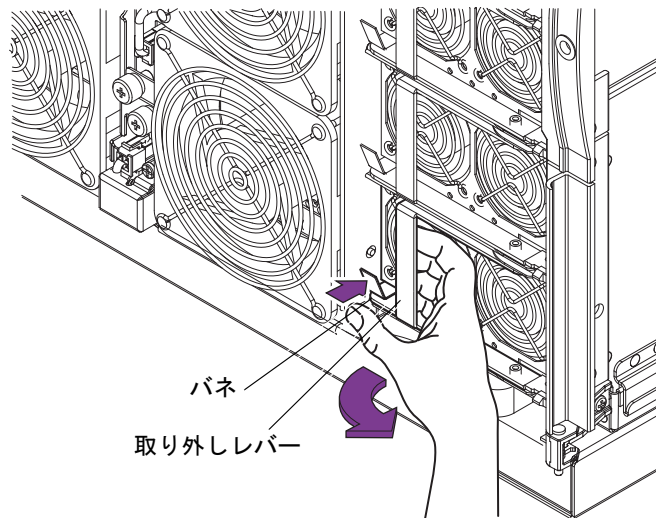
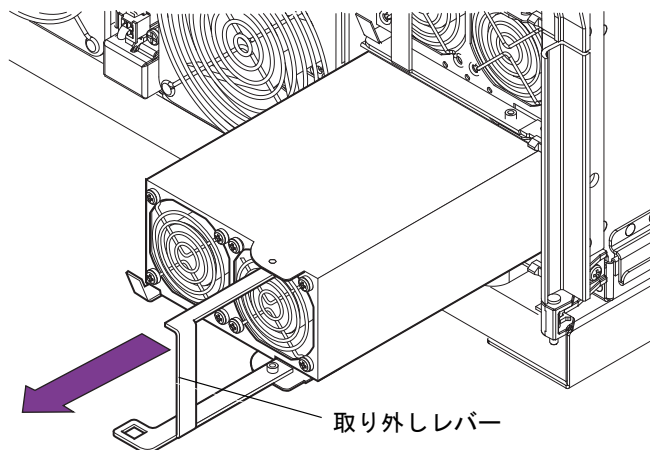

図 7-2 電源装置のラッチの解除
図 7-3 電源装置の取り外し
4. 電源装置のラッチを解除します (図 7-2 および図 7-3)。
3. 取り外しレバーを電源装置から引き出します (図 7-3)。
4. 電源装置をスロットにしっかりと押し込んで、取り外しレバーを元に戻します (図 7-3)。